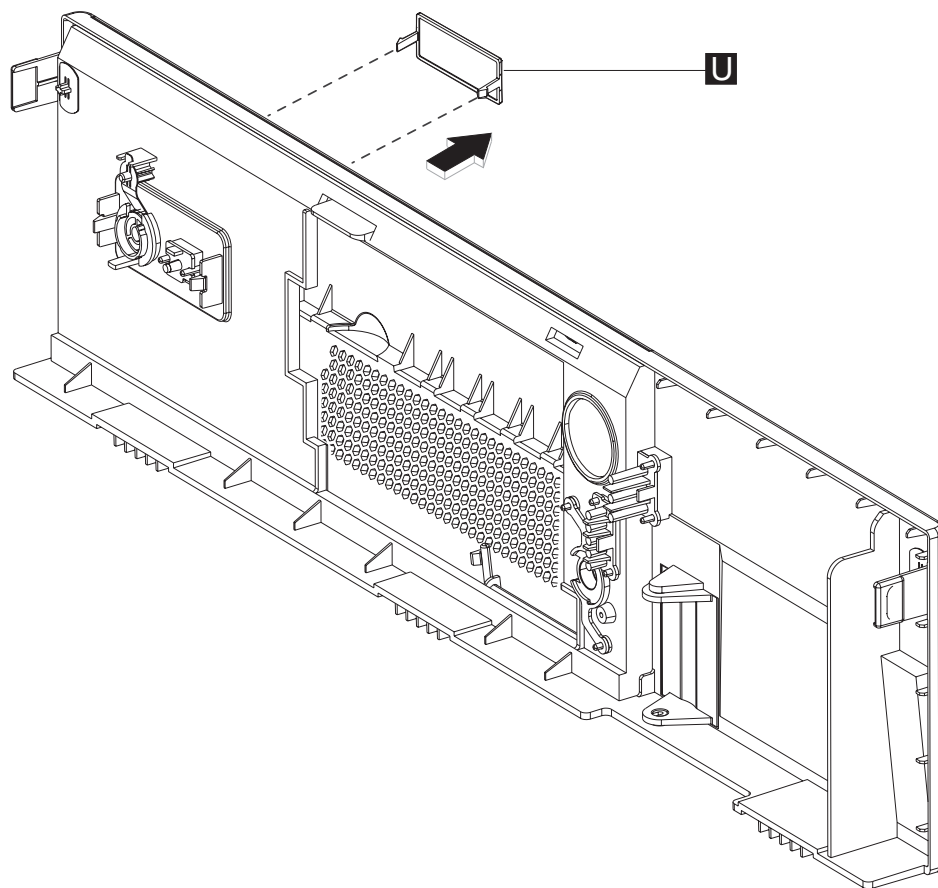

图 27. 卸下 UPS 开关面板封板
4. 如果宽体部件中已安装了 UPS，那么请从挡板卸下 UPS 开关面板封板（图 27 中的 **U**）。